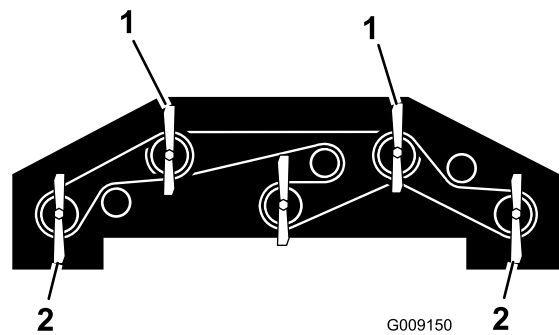

Bild 138
1. Drehen Sie jedes so, dass es geradeaus weist (**Bild 138**).